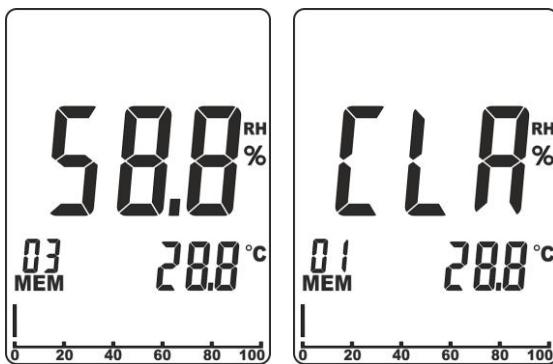

Fig. 4: Apagar a memória interna
1. Premir simultaneamente os botões **◀ e ▶**. A indicação do espaço de memória atual (ver Fig. 4 – parte esquerda) fica intermitente no display.
2. Premir simultaneamente os botões **◀ e MEM/ALM** durante pelo menos 3s. A mensagem “CLR” aparece no display e automaticamente o espaço de memória passa para o valor “01” (ver Fig. 4 – parte direita)